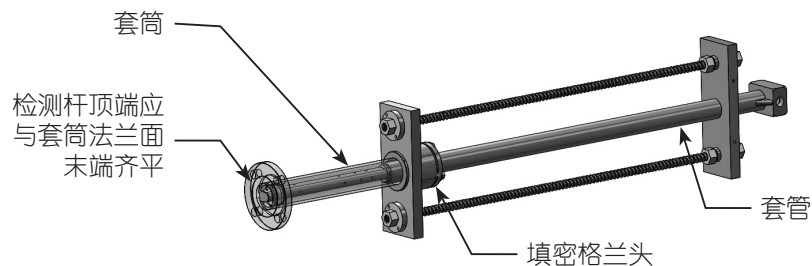

图 3.套筒
- 拔出威力巴®，可使检测杆顶端与套筒末端齐平（参见图 3）。拧紧填密格兰头上的三个填密螺栓。